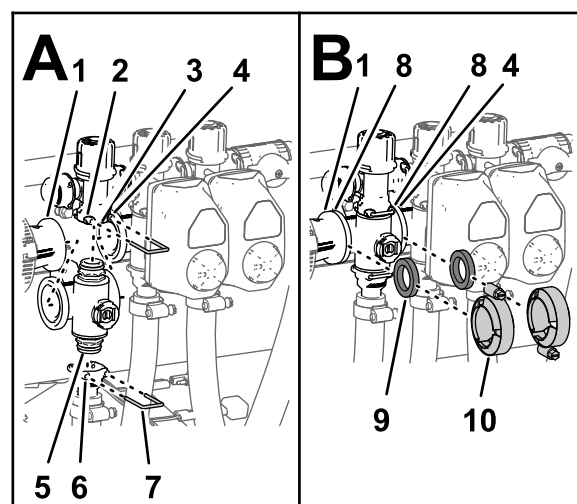

Рисунок 84
- Вставьте верхний штуцер торцевой крышки коллекторного клапана в перепускной штуцер (Рисунок 84 А.).
- Закрепите штуцер торцевой крышки на перепускном штуцере, вставив держатель в гнездо перепускного штуцера (Рисунок 84 А).
- Установите выпускной штуцер на нижний штуцер торцевой крышки коллекторного клапана (Рисунок 84 А).
4. Прикрепите штуцер торцевой крышки к выпускному штуцеру, вставив держатель в гнездо выпускного штуцера (Рисунок 84А).
5. Установите прокладку между фланцами переходной муфты и коллектором клапана секции (Рисунок 84В).
6. Смонтируйте переходную муфту, прокладку и коллектор клапана секции с помощью хомута, затянув его от руки (Рисунок 84В).
7. При установке 2 самых левых клапанов секций установите прокладку между фланцами 2 прилегающих коллекторов клапанов секций (Рисунок 84В).
8. Смонтируйте 2 находящихся рядом коллектора клапанов секций и прокладку с помощью хомута, затянув его от руки (Рисунок 84В).